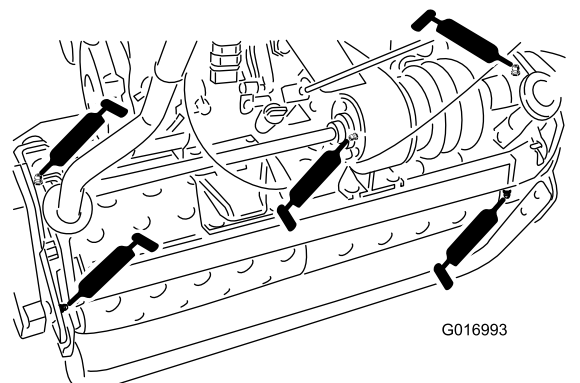

Bild 25
- 2 an den Trommelachsen (Bild 25)
- 3 am Differenzial (Bild 25)